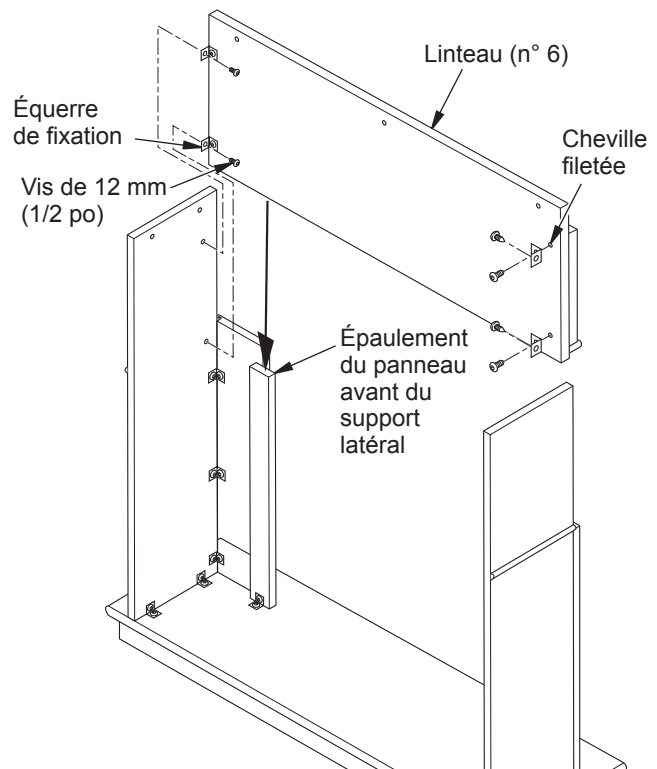

Figure 3 - Pose du linteau
2. Placez le linteau (n° 6) au-dessus des assemblages des supports latéraux avec les flèches pointant vers le haut. La base du linteau va se glisser dans la portion supérieure arrière des panneaux avant des supports latéraux et se positionner sur les épaulements (voir figure 3). Alignez les trous des équerres de fixation sur les chevilles filetées des assemblages des supports latéraux. En faisant passer quatre vis de 12 mm (1/2 po) par les équerres, fixez le linteau aux assemblages des supports latéraux. Laissez les vis un peu desserrées.